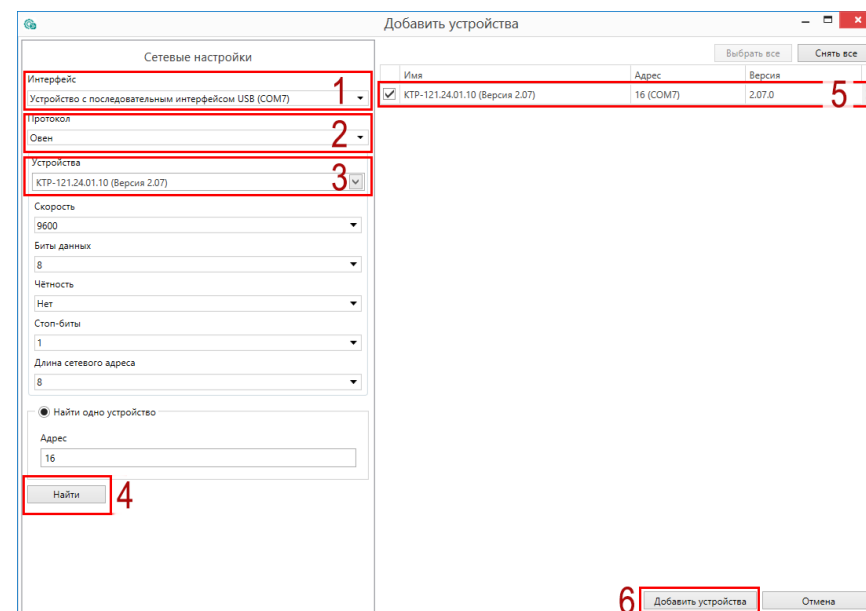

Рисунок 5.1 – Настройки связи с устройством
6. Выбрать интерфейс «Устройство с последовательным интерфейсом USB» (см. рисунок 5.1, 1). Номер COM порта, присвоенный прибору можно узнать в Диспетчере устройств Windows.
7. Выбрать протокол **ОВЕН** (см. рисунок 5.1, 2).
8. Выбрать устройство (Пункт 3 на рисунок 5.1). Модификация KTP-121 указана на боковой стороне прибора.
9. Выбрать «Найти одно устройство», если добавляется один прибор. Запустить поиск нажатием на кнопку «Найти» (см. рисунок 5.1, 4).
10. Выделить найденное устройство (см. рисунок 5.1, 5).
11. Добавить устройство в проект Конфигуратора по нажатию кнопки «Добавить устройства» (см. рисунок 5.1, 6).
1. Нажать на кнопку  **Обновить устройство** в контекстном меню выбранного устройства или в главном меню. Откроется диалоговое окно для смены встроенного ПО устройства. Допускается обновление одного или нескольких устройств. Устройства следует выделить в области устройств (см. рисунок 5.1, 5) и выбрать **Обновить устройство** в контекстном меню или главном меню.